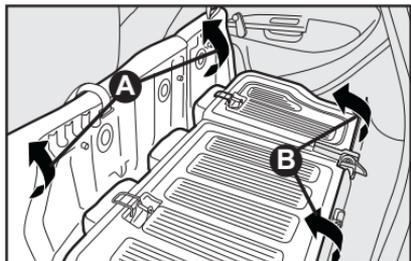

fig. 88
4) Em seguida, rebater o assento do banco traseiro **A-fig. 88** para frente.
6) Rebater para a frente o encosto, passando os cintos pelos lados, até que este se apoie sobre o assoalho de maneira a obter uma única superfície de carga **B-fig. 88**.